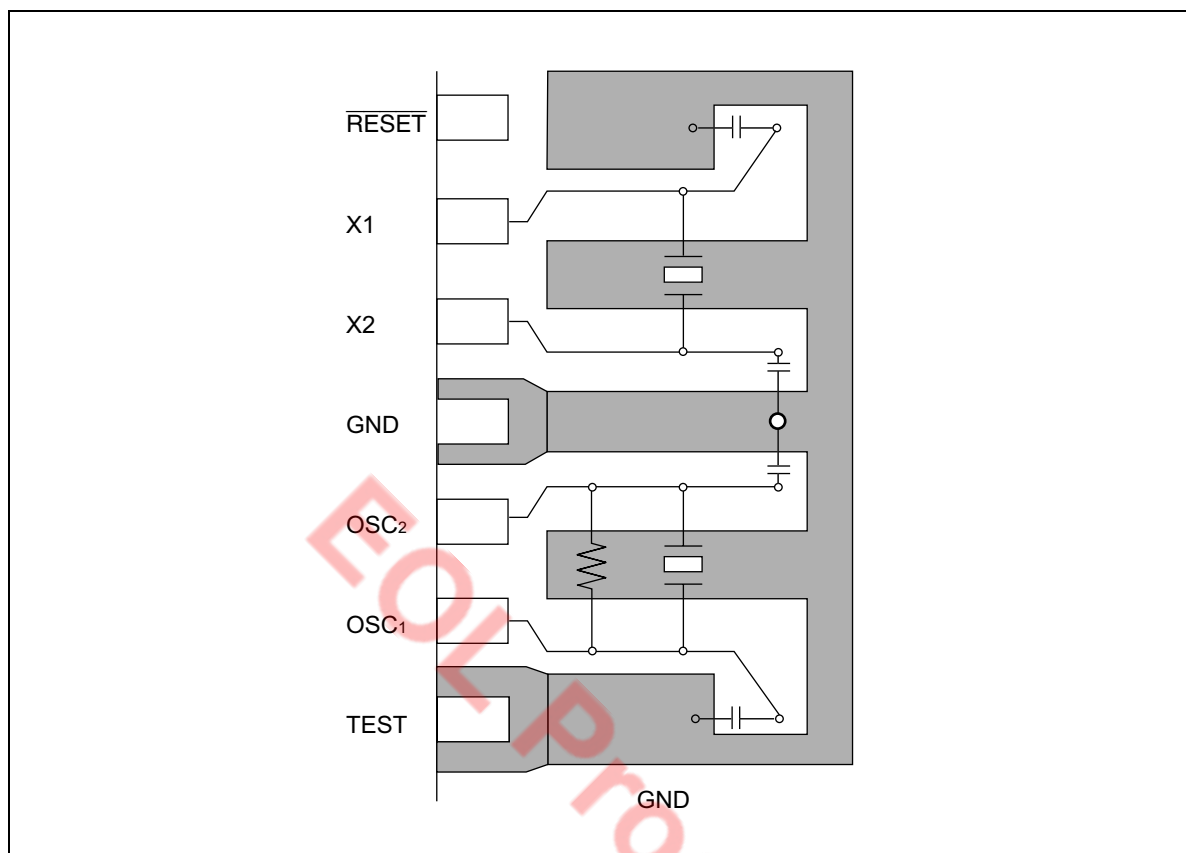

図 25 水晶、セラミック発振子の配置例
- OSC1、OSC2 端子と (X1、X2 端子) および外部外付け部品との配線は極力短くし、他の配線がこれらの配線と交差しないようにしてください (配置例図 25 参照)。